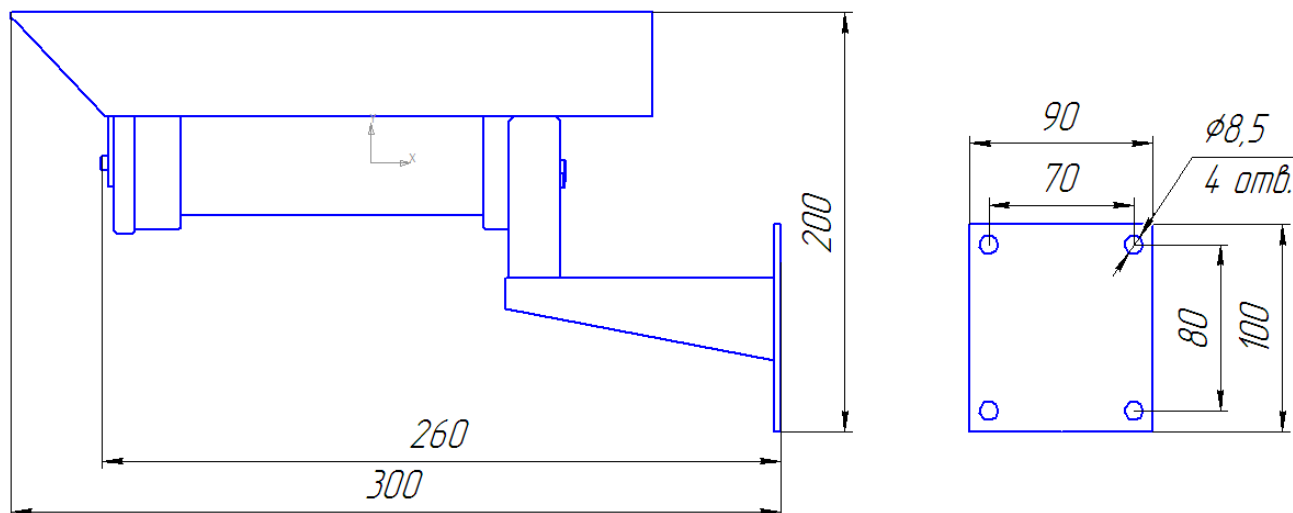

Рисунок 1 – Габаритные размеры извещателя с крепежно-юстировочным устройством
- определить место установки и разметить место крепления, рис. 1;